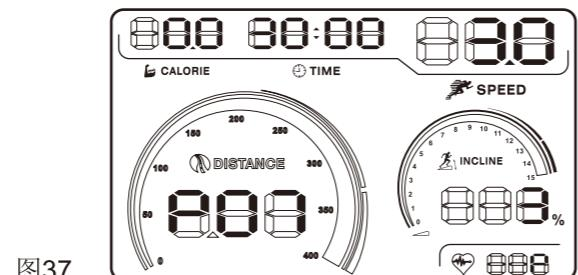

图37
2. 连续按下面板上Training Prog键 ，直至屏幕上出现P07字样，时间窗口闪烁，默认时间为30分钟，您可以通过SPEED（速度）的+（增加）/-（减少）键调整时间。(图37所示)。